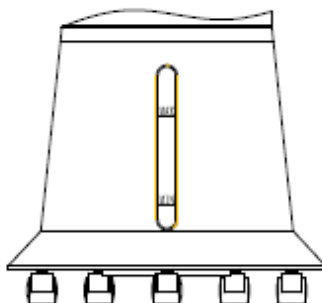

Figura 3
Quando si aggiunge l'acqua, controllare l'indicatore del livello dell'acqua nella parte anteriore dell'unità. (Figura 3)
- 9 - Quando si controlla/aggiunge l'acqua fare attenzione a non superare il livello massimo e/o non scendere al di sotto del livello minimo indicato (Figura 3).